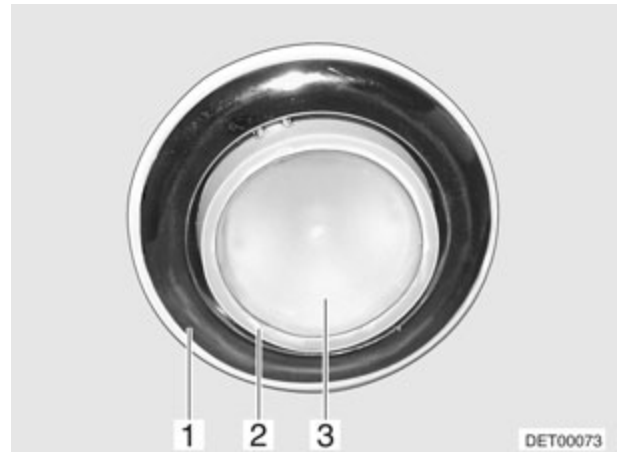

Fig. 163 Lampe halogène (variante 1)
- Soulever prudemment la lampe (Fig. 163,1) avec un outil approprié (p. ex. tournevis) et le retirer.
- Retirer le spot (Fig. 163,2) de la lampe.
- Retirer le couvercle (Fig. 163,3).